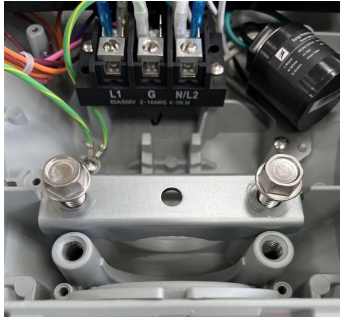

Fig. 3.1
Étape 4 - Serrez les boulons à 16 ± 2 lb-pi (22 ± 3 N·m) en passant d'un boulon à l'autre et en appliquant chaque fois 25 % du couple final. Pour un support à quatre boulons, suivez l'ordre indiqué à la fig. 3.2; le nombre de boulons peut varier selon le luminaire (fig. 3.1). Maintenez l'étrier d'emmanchement bien centré. Un serrage inégal peut incliner l'étrier d'un côté et provoquer un filetage croisé.